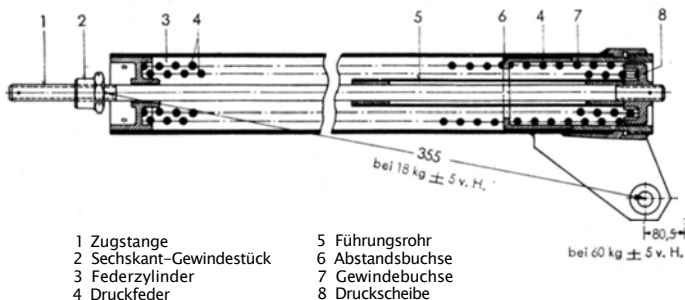
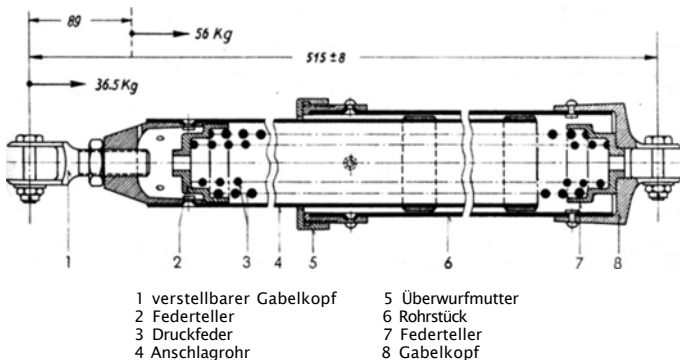

Abb. 14 Federzylinder der Landeklappensicherung
Abb. 15 Federzylinder im Flügel
Ein Federzylinder wird nun an der Zugstange aufgehängt und unten in Richtung des Zylinders mit 18 kg (± 5 v.H.) belastet. Bei dieser Vorspannung muß der Federzylinder von Mitte Lagerauge bis Unterkante Sechskantmutter der Zugstange eine Länge von 355 mm besitzen (siehe Abb. 14). Bei einer Vorspannung von 60kg (± 5 v.H.) muß sich der Federzylinder um einen weiteren Hub von 80,5 mm verlängern. Das Prüfen der im Flügel eingebauten Federzylinder (Abb. 15) erfolgt ebenfalls in ausgebautem Zustand. Derselbe soll bei einer Länge von 515 ± 8 mm eine Vorspannung von 36,5 kg und bei einer Länge von 426 ± 8 mm eine Vorspannung von 56 kg haben.
Berichtigungen der Federspannungen können durch Längenänderung, die bei den Federzylindern der Landeklappensicherung (Abb. 14) am Sechskantgewindestück (2) der Zugstange und bei den Federzylindern der Flügel (Abb. 15) am verstellbaren Gabelkopf (1) vorgenommen werden. Diese Nachprüfungen müssen bei allen Federzylindern vorgenommen werden. Ermüdete Federn sind durch neue auszuwechseln.